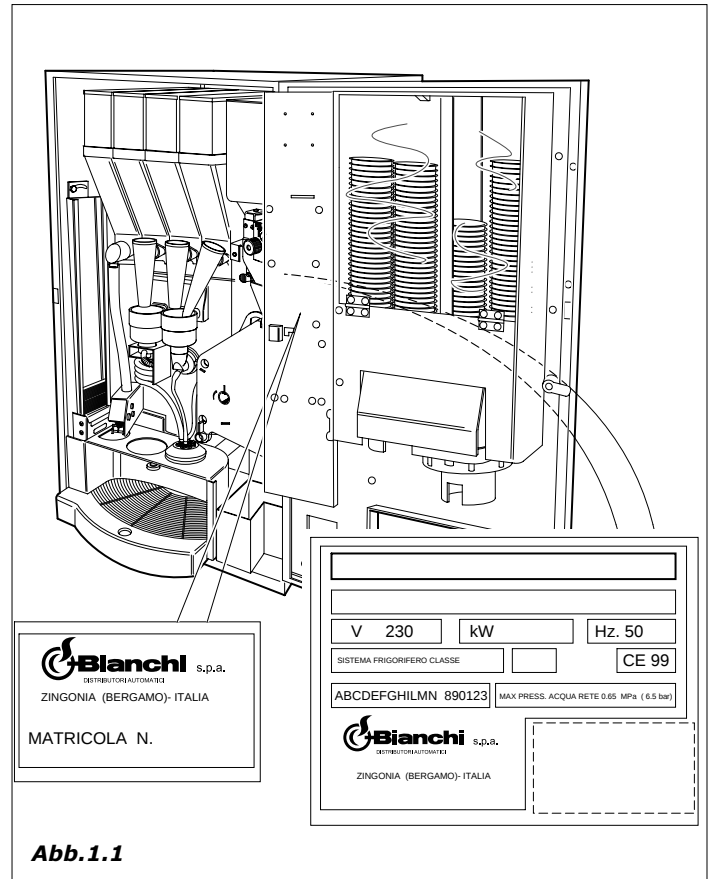

Abb. 1.1
- die Angaben des Typenschilds (Abb. 1.1)